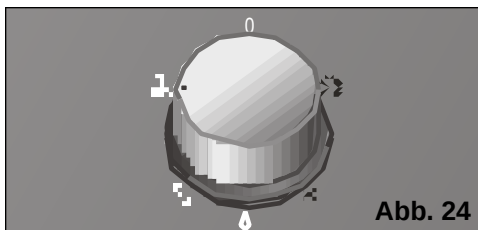

Abb. 24
- ☐ Wählen Sie am Funktionswahlschalter den "maximalen"  oder den "leisen Luftreinigungsbetrieb"  aus **Abb. 24**. (In der Funktion "Leise Luftreinigung" ist der Luftdurchsatz des Gerätes geringer).